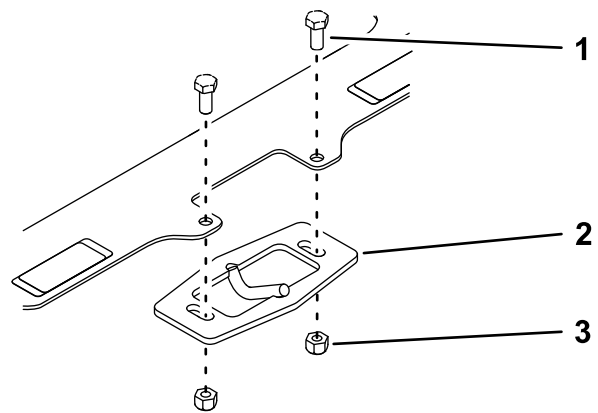

Bild 5
4. Entfernen und bewahren Sie die zwei Schrauben (5/16" x 3/4"), zwei Muttern (5/16") und den Motorhaubenriegel vom vorderen Gitter auf (Bild 5).
4. Befestigen Sie den Motorhaubenriegel am vorderen Gitter des Kits, wie in Bild 5 abgebildet.